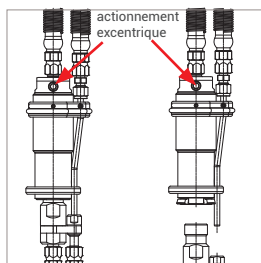

Figure 12
- ▶ Introduisez l'insert d'about (pos. 7), avec le flexible de remplissage monté, dans le corps d'accouplement (pos. 1) et, le cas échéant, la conduite de retour du gaz (pos. 6) (Figure 12).
- ▶ Fermez les mâchoires de serrage en tournant l'actionnement excentrique vers l'arrière (pos. 2) avec la clé Allen SW6.